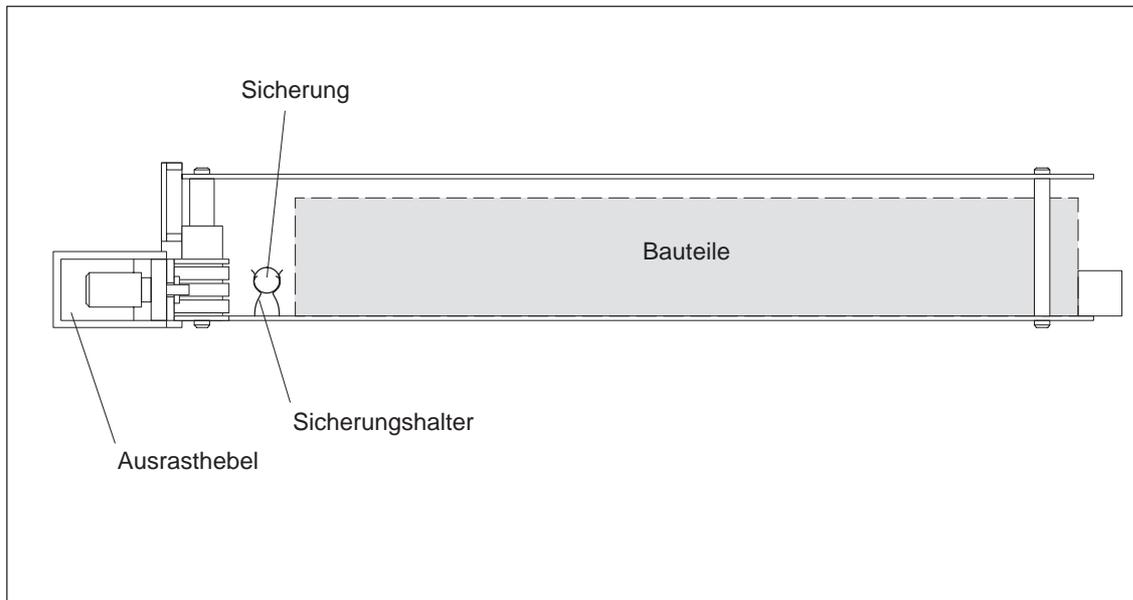

Bild 3-5 Stromversorgungsbaugruppe, Ansicht von unten
2. Die Sicherung ist von unten zugänglich. Sie befindet sich auf der Leiterplatte der Stromversorgungsbaugruppe in der Nähe des Ausrasthebels (siehe Bild 3-5).